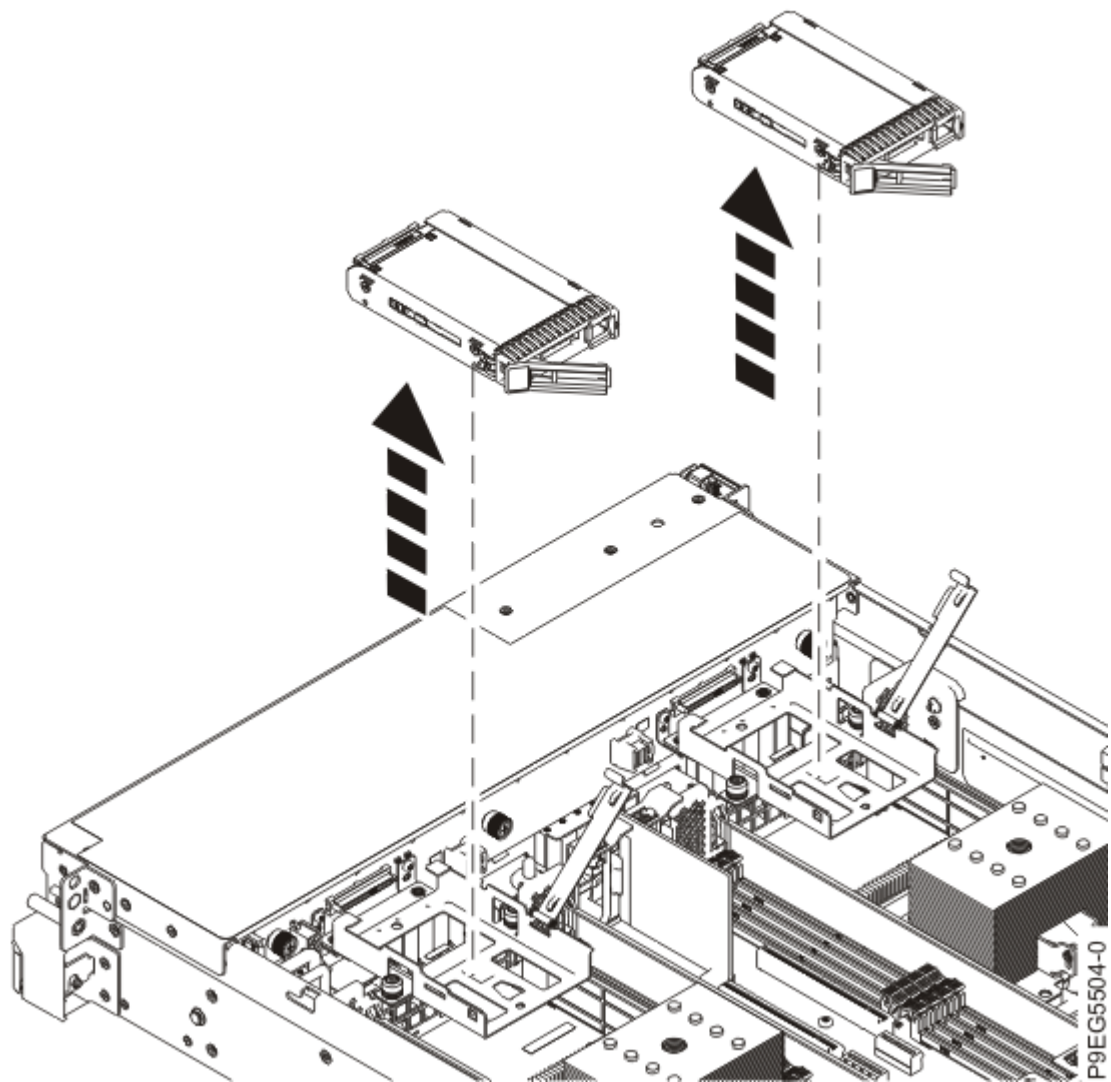

Abbildung 8. Laufwerk anheben
- d) Heben Sie das Laufwerk aus dem System (siehe Abbildung 8 auf Seite 10).